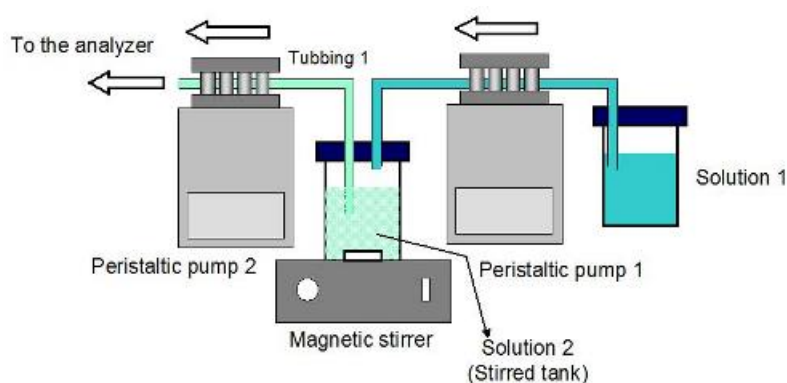

Figura 1
La figura 1 muestra un esquema del montaje del nuevo dispositivo para la calibración. Los principales componentes del sistema son: un tanque agitado que funciona como recipiente de trabajo, dos bombas peristálticas y un agitador magnético.
El modo de funcionamiento es muy simple: inicialmente, se introduce en el tanque un volumen determinado de agua desionizada o de disolución de muestra. En un determinado instante, se conectan las dos bombas peristálticas, de modo que la bomba peristáltica 1 (Figura 1) aspira de la solución 1 y la conduce hasta el tanque agitado (solución 2), mientras que la bomba peristáltica 2 conduce la disolución desde el tanque agitado hasta el analizador. Una barra magnética está constantemente funcionando para homogeneizar rápidamente la disolución del tanque. Para conducir la disolución desde el tanque hasta el analizador, se usa un tubo PTFE de 0.5 mm de diámetro interno y 90 cm de longitud. Para llevar a cabo la calibración externa, la
donde C es la concentración de analito dentro del tanque agitado,  $C_s$  es la concentración de analito en la solución 1 (Figura 1),  $Q_e$  es el flujo con que la solución 1 se introduce en el tanque (flujo de entrada),  $Q_s$  es el flujo con que la disolución abandona el tanque agitado (flujo de salida), t es el tiempo y  $V_0$  es el volumen inicial de la disolución dentro del tanque. El modo en que se usa el sistema para obtener la recta de calibrado es el siguiente: el dispositivo de la Figura 1 se conecta de forma que la concentración de analito en la disolución de salida del tanque agitado aumenta abruptamente con el tiempo. Se obtiene un registro de la variación de la señal analítica con el tiempo. Una vez que se adquieren los datos, el eje de tiempo se transforma en concentraciones mediante la ecuación (1), y la señal de emisión se traza enfrentada a la concentración de analito.